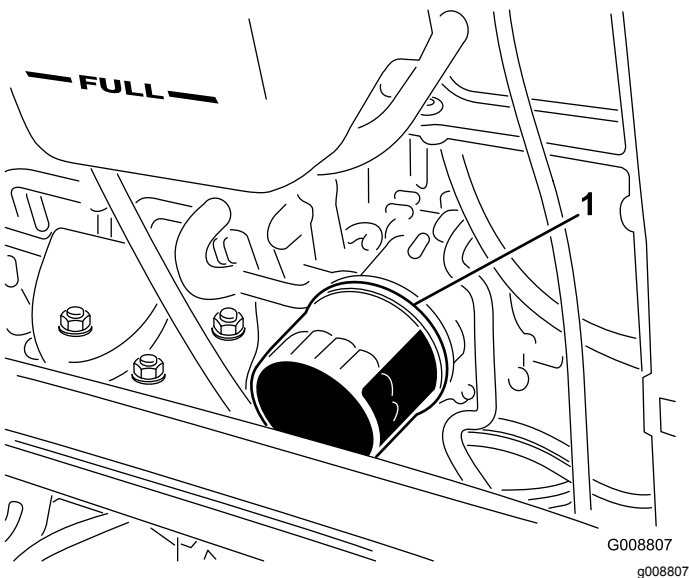

Figura 31
2. Togliete il filtro dell'olio (Figura 31). Applicare un velo di olio pulito sulla tenuta del nuovo filtro prima di avvitare. Non serrate troppo.